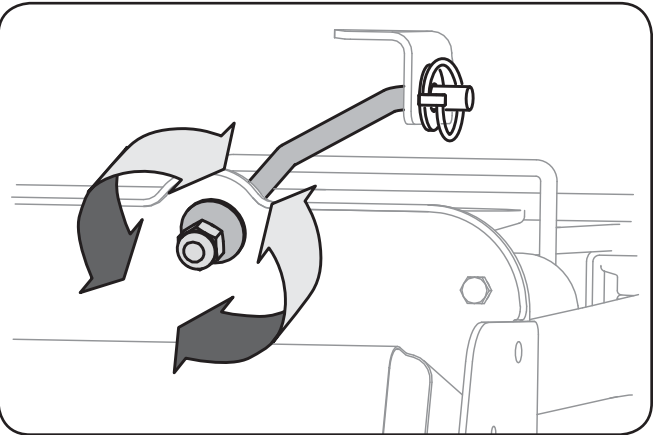

Figure 6-4
1. Repérez l'écrou sur l'avant du support de stabilisation. Voir la Fig. 6-4.